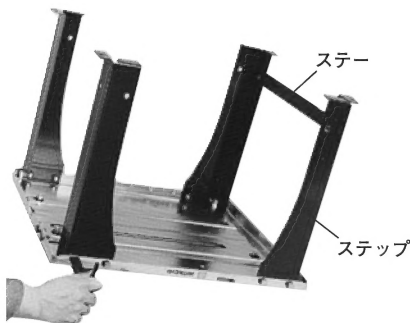

図 2
- (1) ステップを8本のボルトでテーブルに取付けます。(図2)
- (2) ステー(図2右側)をステップに取付けます。